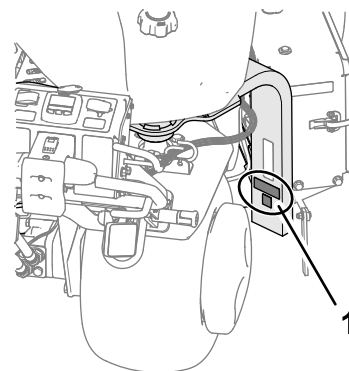

Figura 19
2. Curăai piciorul furcii cu alcool aa cum se arată în Figura 19 i lăsați suprafaa să se usuce.
3. Aplicai autocolantul CE i autocolantul cu anul de producție pe piciorul furcii (Figura 19).